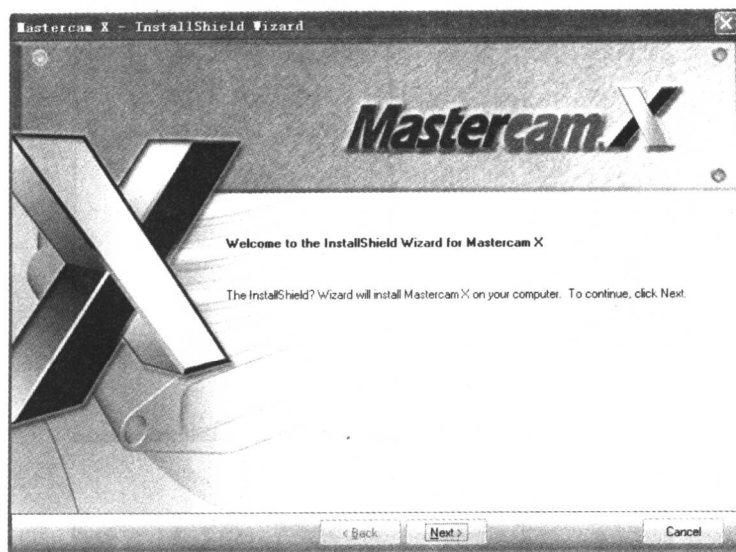

图 1.3 安装 Mastercam X 向导
(3) 安装完毕后，如果机器上已经安装了 DirectX 9.0，则跳过第二步，直接进入 Step3，出现如图 1.3 所示的提示，单击 Next 按钮，输入用户名称和公司名称，单击 Next 按钮。